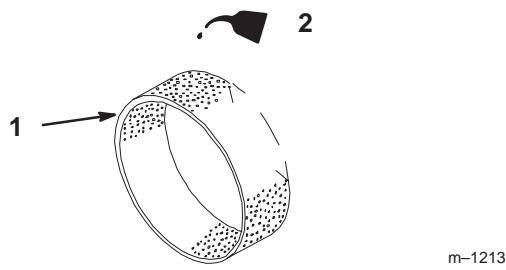

Figure 15
3. Imbibez l'élément de 30 à 60 ml d'huile (Fig. 15). Pressez l'élément pour bien répartir l'huile.